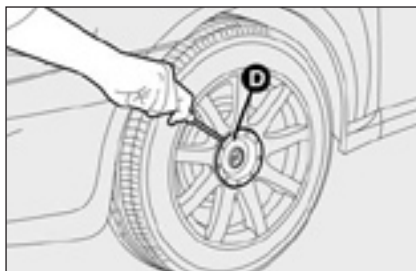

рис. 6
- Если установлены легкосплавные диски, снимите колпак колеса с помощью отвертки, нажав на соответствующий паз **Д-рис. 6**, как показано на рисунке;